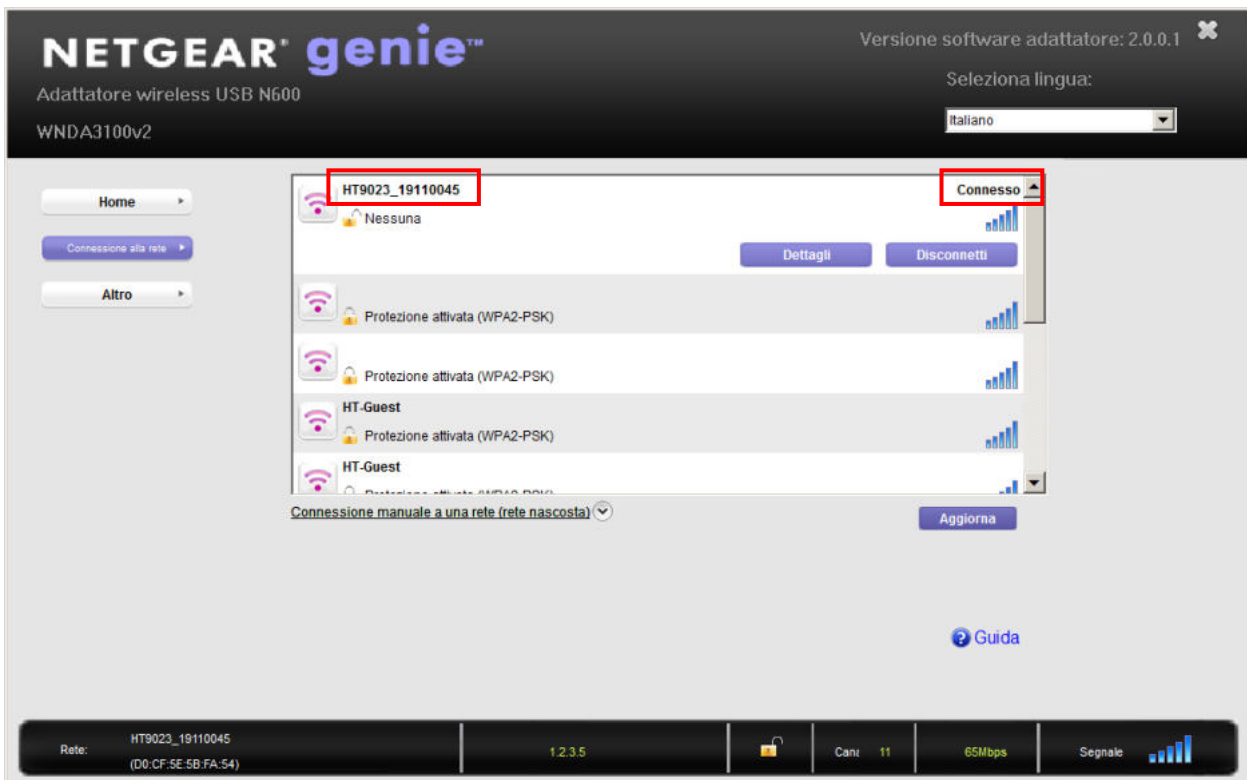

Fig. 15: Collegamento WiFi dello strumento a PC (esempio)
5. Effettuare la ricerca dello strumento “HT9023\_xxxxxxxx” nel dispositivo WiFi presente a PC ed eseguire la connessione come mostrato **a titolo di esempio** nella seguente Fig. 15)